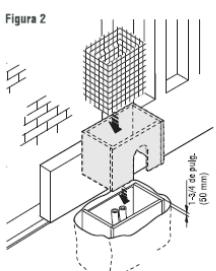

Figura 2
3. Preparar un molde de encofrado que sea más grande que la placa de montaje e introducirlo en el agujero (Figura 2). El encofrado debería quedar a 1-3/4 de pulg. (50 mm) sobre el nivel del suelo (Figura 2).
4. Colocar una rejilla de acero en el encofrado para reforzar el concreto (Figura 2).